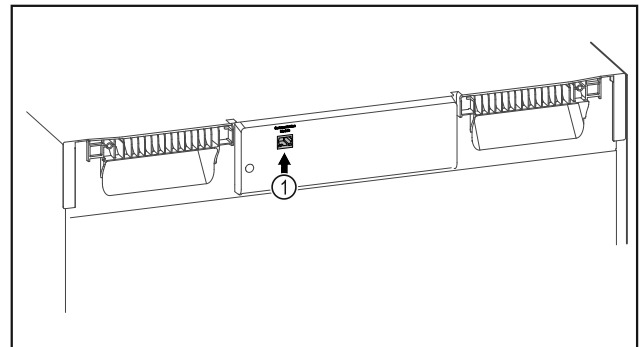

Fig. 142
- Założono SmartModule Fig. 142 (1).